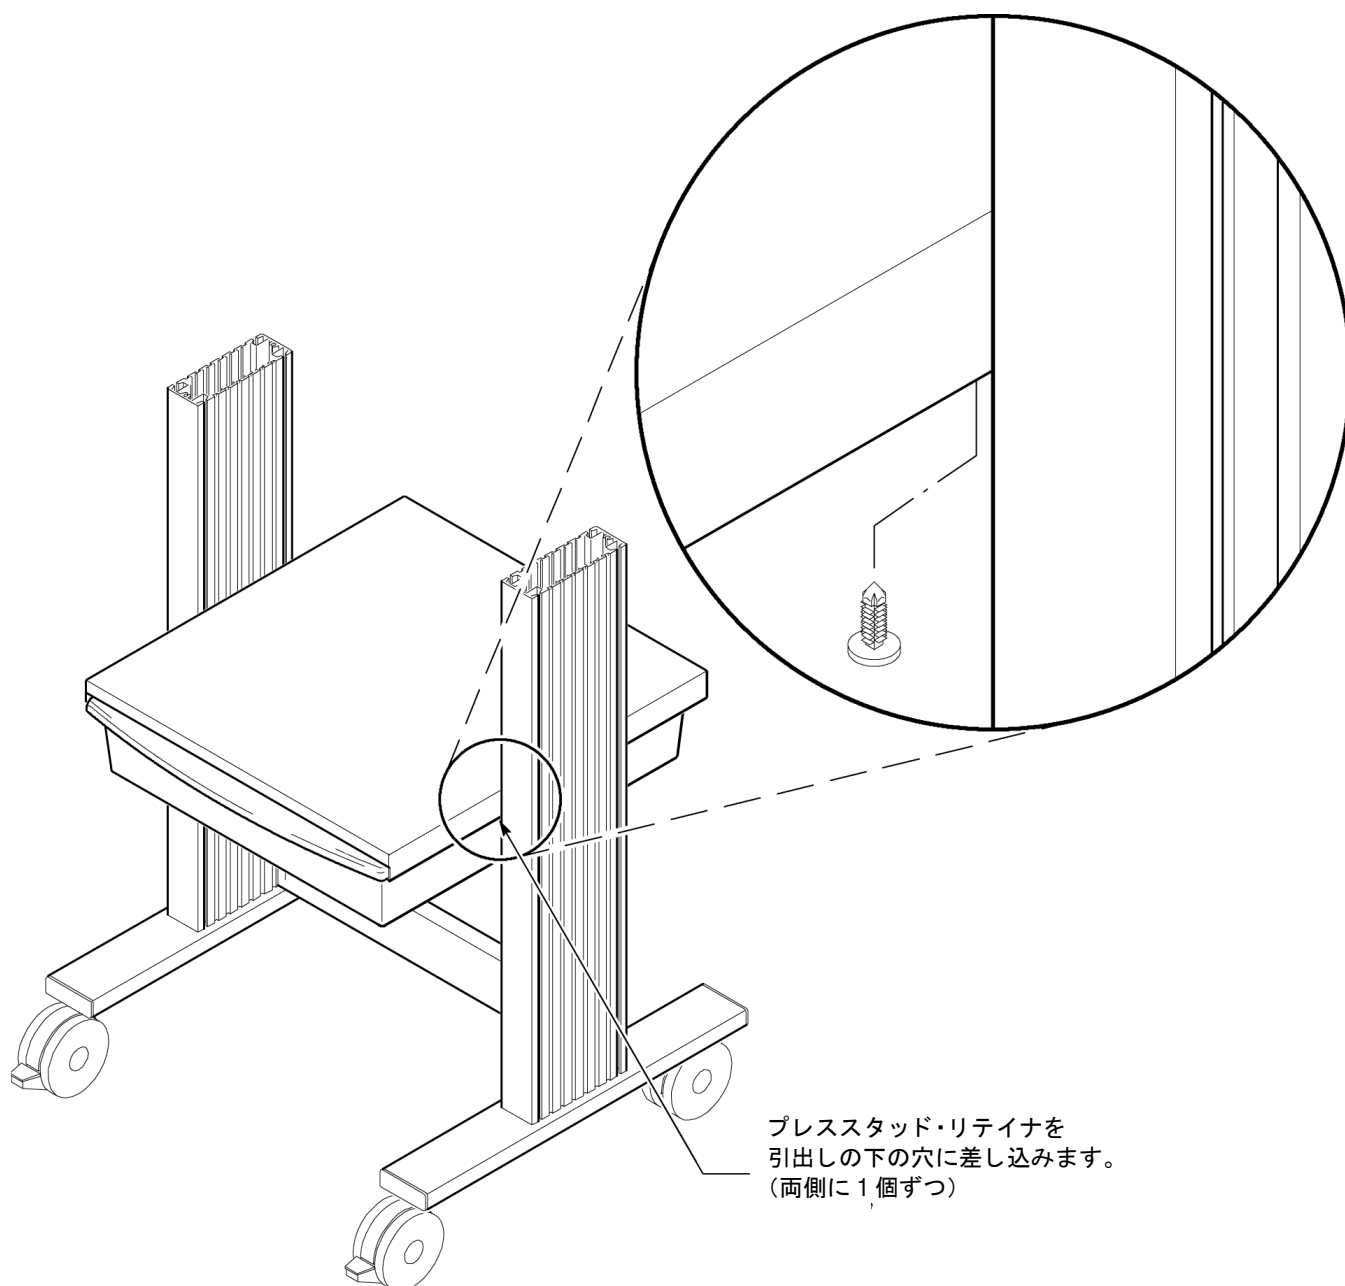

図9: プレススタッド・リテイナの取り付け
6. 親指を使って、プレススタッド・リテイナを引出しのレールの下に押し込みます。図9参照。